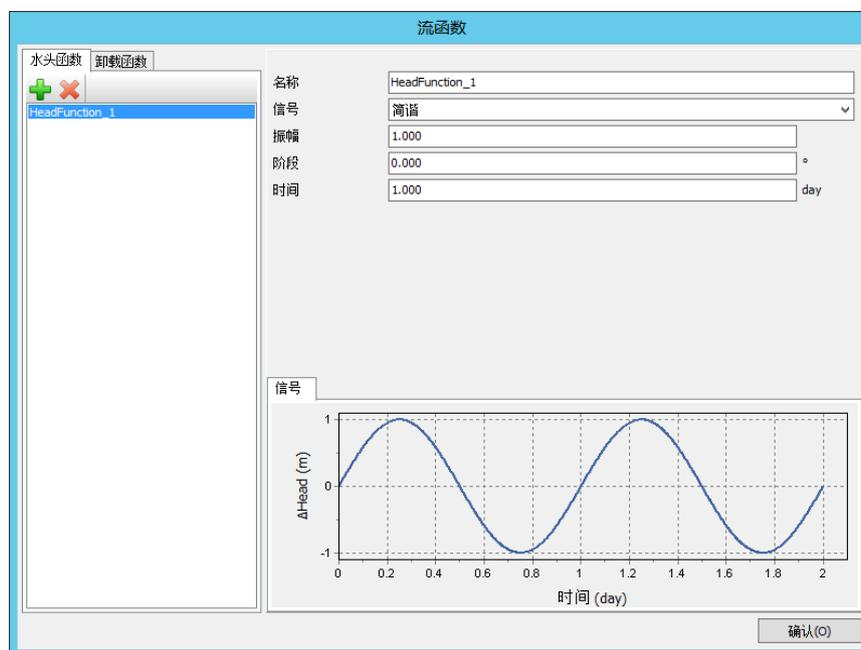

图 8 快速流动时的流动函数
- 在流动函数窗口信号选择简谐波选项。设置振幅为 1m，阶段为  $0^\circ$ ，间隔为 1 天，如图 8 所示。